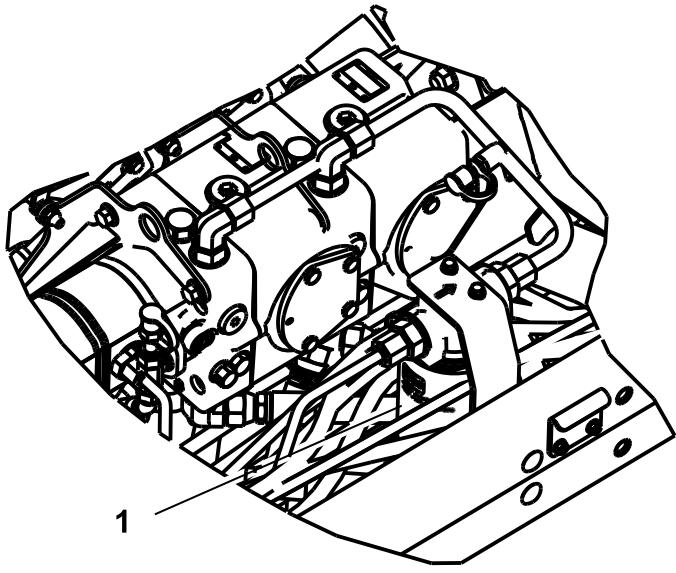

Figura 76
2. Limpie la zona alrededor de la zona de montaje del filtro y coloque un recipiente debajo del filtro (Figura 76).